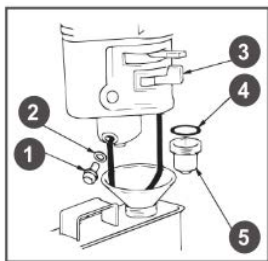

Рис. 28 Обслуживание фильтра-отстойника
1. Установите рычаг топливного крана 3 (Рис. 28) в положение «ЗАКРЫТО».
3. Открутите болт 1 сливного отверстия и слейте топливо из поплавковой камеры карбюратора (Рис. 28)
4.Открутите стакан отстойника 5, вылейте из него топливо в заранее подготовленную емкость (Рис. 28).
1. Слейте топливо из топливного бака и карбюратора (Рис. 28).